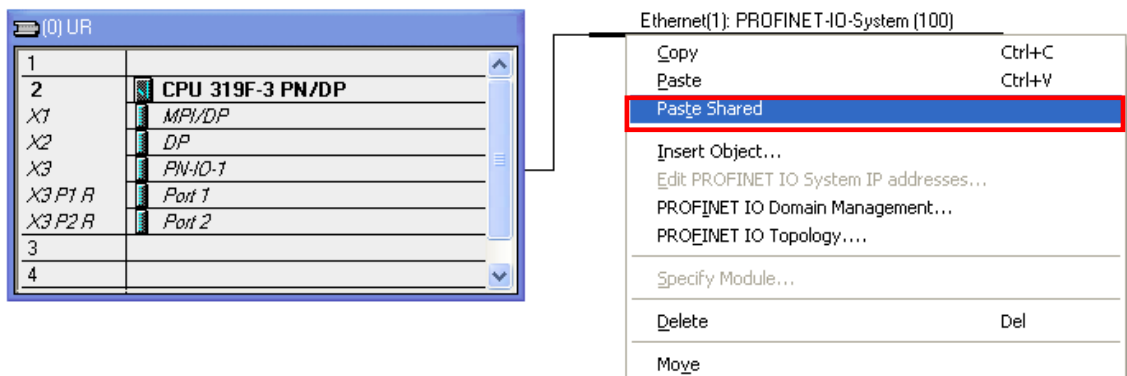

图 7 粘贴共享设备
然后在 PROFINET IO 系统 2 中，使用鼠标右键点击 Ethernet(1):PROFINET-IO-System(100)轨线，即 Ethernet(1): PROFINET-IO-System (100)，弹出菜单选择“Paste Shared”命令，粘贴共享设备，参考图 7 粘贴共享设备。